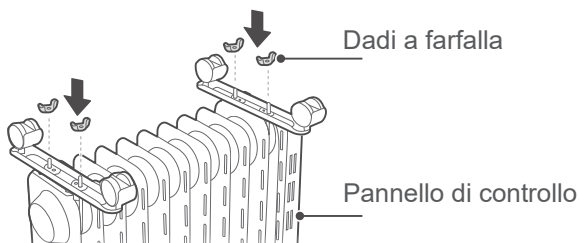

Figura 2
3. Come mostrato nella figura 2, due set di rotelle sono serrati con quattro dadi a farfalla. Installare saldamente e poi rimettere il riscaldatore in posizione (basta mettere le ruote a terra).